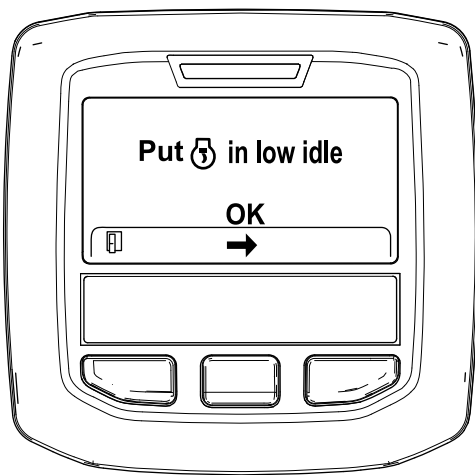

Figura 52
6. Mueva el control del acelerador en RALENTÍ BAJO y pulse el botón central (Figura 52).